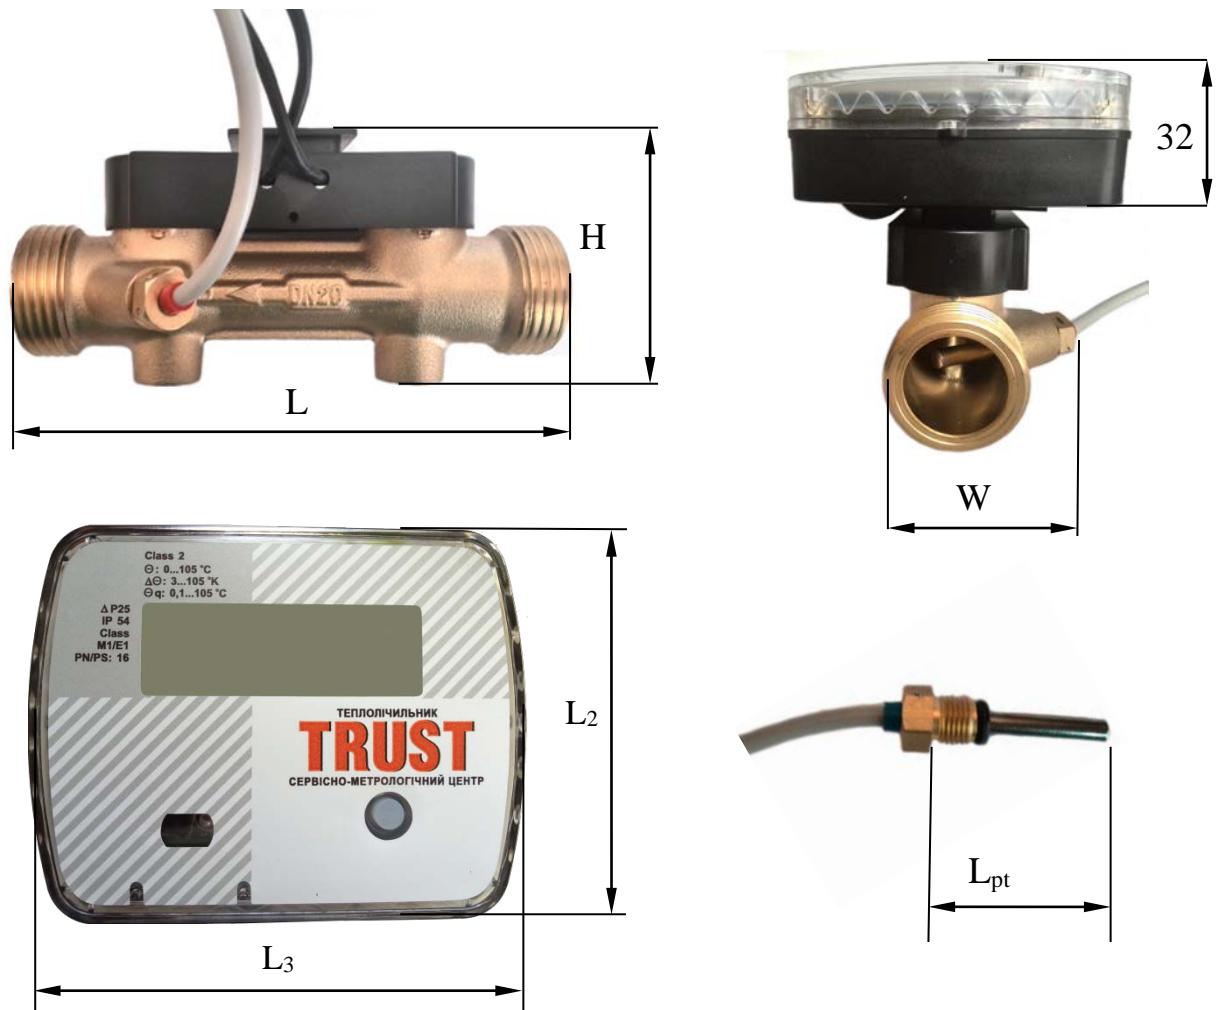

Рис.1 – Габаритні розміри
2.9 Габаритні розміри теплолічильника (Рис.1):